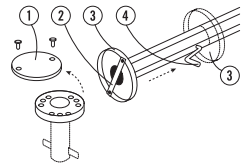

Fig. 2
- abschliessbarer Verbindungsbolzen (1) Mast/Standrohr demonstrieren. (Fig. 2).
- Gehen Sie für die Verbindung zwischen Mast und Aufstellscharnier gleich vor wie bei Fig. 2 beschrieben.